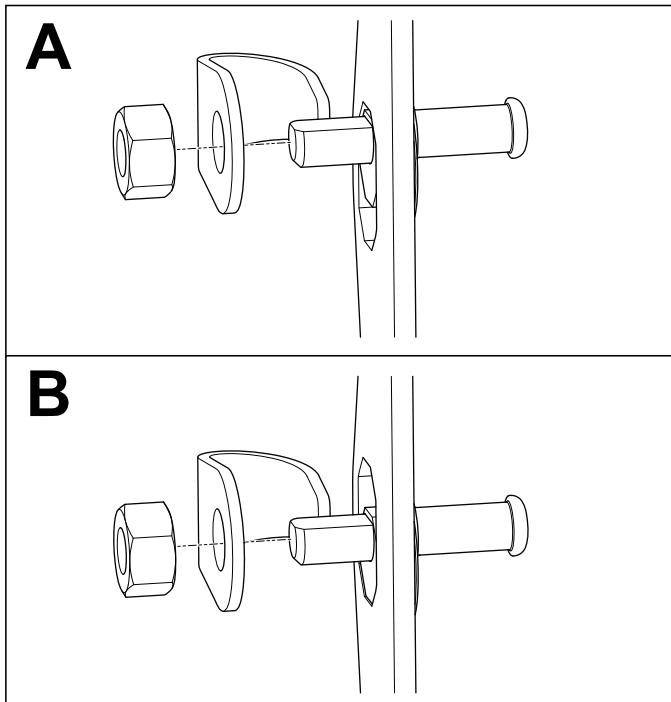

Figura 10
1. Centrate il perno di bloccaggio nella staffa di montaggio del perno di bloccaggio sulla guida (Figura 10).